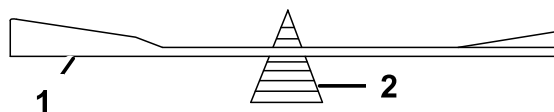

Figura 69
2. Verificați echilibrul lamei așezând-o pe dispozitivul de echilibrare a lamei (Figura 69).